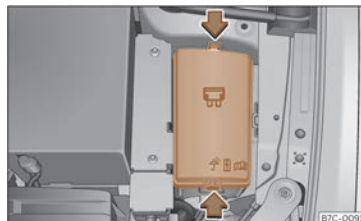

Fig. 47 Al compartiment del motor: tapa de la caixa de fusibles.
- Pressioneu les pestanyes de bloqueig per desbloquejar la tapa de la caixa de fusibles»» **fig. 47**.